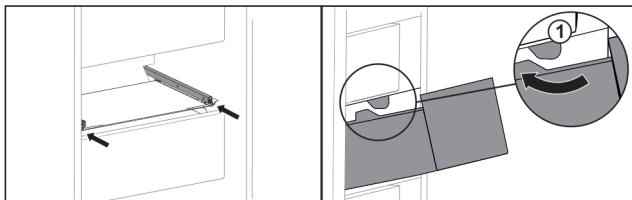

Fig. 115
- Обведите выдвижной ящик вокруг стопора Fig. 115 (1).